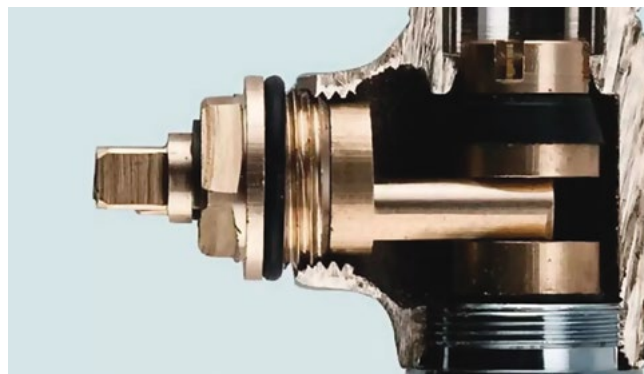

Рис. 12
4. оставление хозяевами переключателя душа в среднем положении. В этом случае вода не поступает ни в душевой рожек, ни на излив смесителя, но каналы холодной и горячей воды соединены между собой (рис. 12).